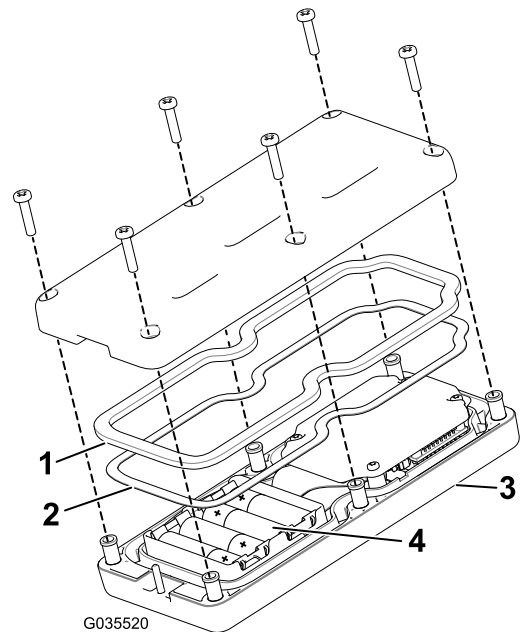

Figura 17
- Asegúrese de que la junta de acero y la junta de goma están asentadas en la ranura del control remoto antes de volver a colocar la cubierta trasera (Figura 17).
- Ajuste la cubierta con 6 tornillos (Figura 17) y apriételos a entre 1,5 y 1,7 N·m.
Nota: Si las baterías se instalan de forma incorrecta, la unidad no resultará dañada, pero no funcionará. El alojamiento lleva marcas de polaridad para cada terminal grabadas en relieve (Figura 17).